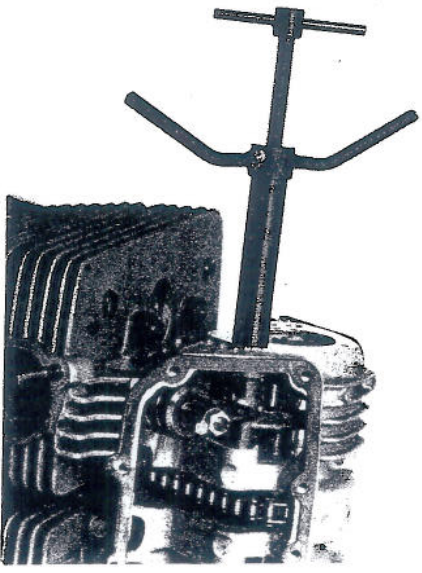

Fig. 31
- Enlever les pivots des culbuteurs au moyen de son extracteur (outil spécial N. 88713.0120) (fig. 31).
- Ziehen Sie die Kipphebelachsen mittels des Ducati - Sonderwerkzeuges 88713.0120 (Abb. 31) heraus. Um die Herausziehung ausführen zu können, muss der Kipphebel "frei" sein (untergeschlossener Ventil). Achten Sie darauf, dass jeder Kipphebel auf seine Achse und mit seinen Distanzscheiben wieder eingesetzt wird. Halten Sie die vier Kipphebel auseinander, damit jeder von ihnen in seine ursprüngliche Stellung zurückkehrt.